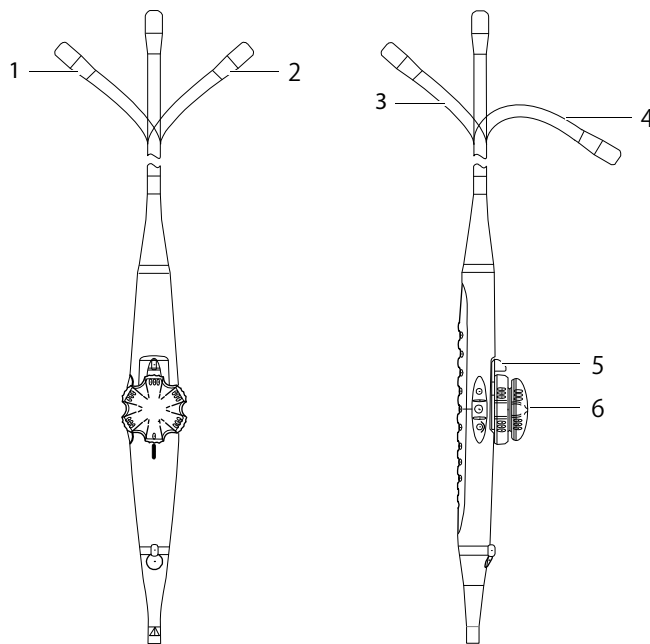

図 2-5 湾曲制御：向きを確認するために、湾曲制御ダイヤルを上向きにして内視鏡操作ハンドルを握り、プローブ軟性部をまっすぐに伸ばし、プローブ先端部を遠位に配置します。
湾曲操作ダイヤルを操作し、プローブ先端を前後および左右に湾曲させます。2-7 ページの図 2-5 は、湾曲操作ダイヤルをニュートラルの位置に設定した状態、すなわちプローブ先端部が真っ直ぐの状態を图示しています。（プローブ先端を左右に湾曲させてロックすることはできません。）
- ▶ 患者の食道の損傷を防止するため、プローブの挿入時または抜去時には、アングルロックを解除し、操作ダイヤルをニュートラルに設定し、操作ダイヤルが抵抗なく回転する状態にしなければなりません。2-7 ページの図 2-5 を参照してください。